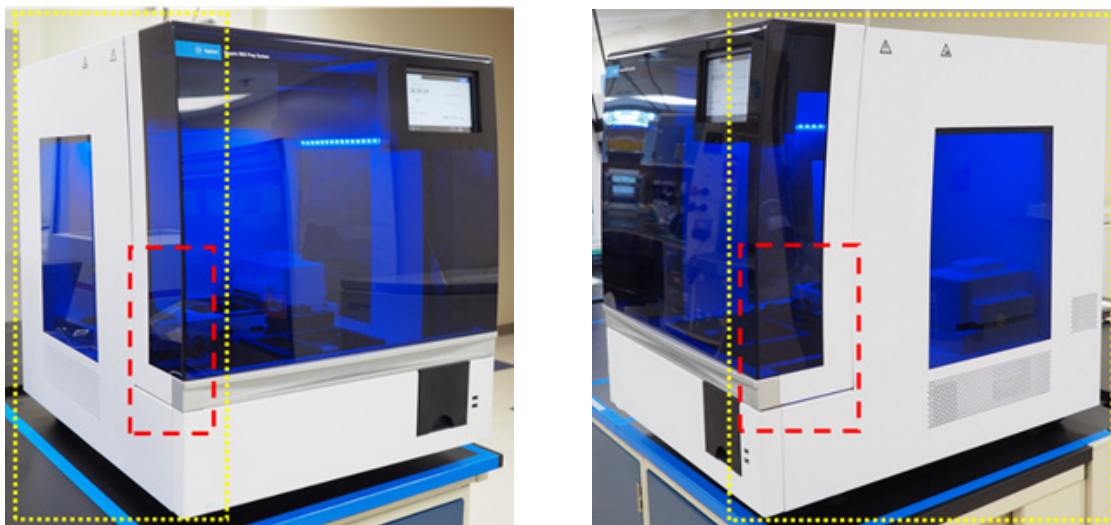

Figura 29 Suprafețele exterioare din părțile stângă și dreaptă ale instrumentului care trebuie șterse
- c Exteriorul instrumentului - stânga și dreapta:** Cu ajutorul unui șervețel de laborator înmuiat în alcool izopropilic 70%, ștergeți părțile stângă și dreaptă ale instrumentului, evidențiate cu galben în **Figura 29**. Zonele evidențiate cu roșu necesită o atenție deosebită pentru o curățare atentă, deoarece ele sunt zonele în care ușa este prinsă în timpul deschiderii și închiderii.